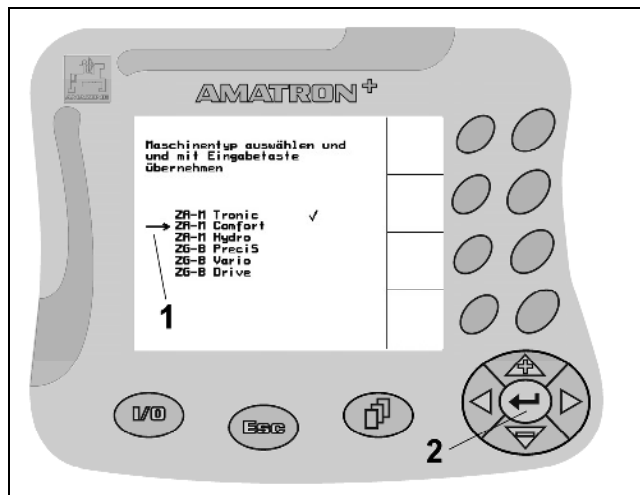

Fig. 14
- Posicionar a seta de selecção (Fig. 14/1) com  e .
-  Assumir a selecção (Fig. 14/2).